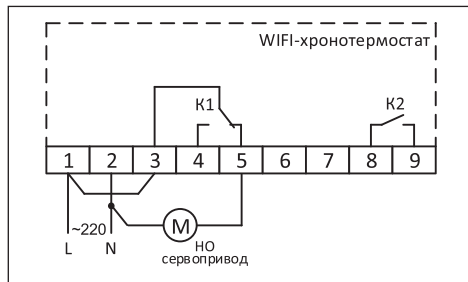

Рис. 2. Подключение нормально открытых сервоприводов — 220 В
6.2.2. Для подключения нормально открытого сервопривода необходимо установить перемычку между клеммами 1 и 3. сервопривод подключается к 2 и 5 клеммам (*рис. 2*).